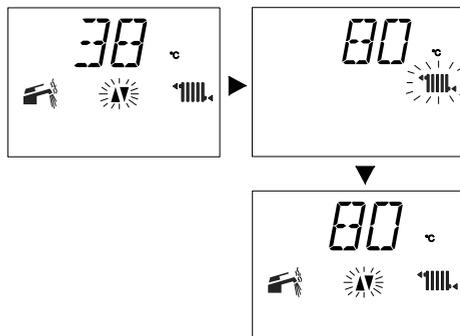

Рис. 2.9
- при максимальном значении температуры на подаче в системе отопления Рис. 2.9.